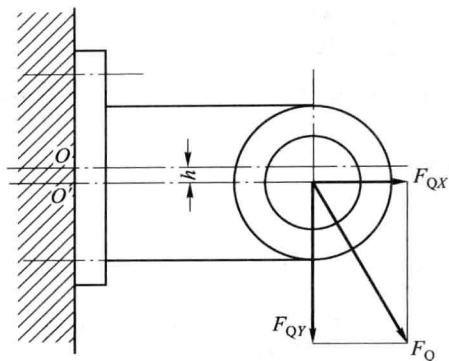

图 3.4
① 将支座的受力点下移, 偏离螺栓组形心点 O , 如图 3.4 所示。